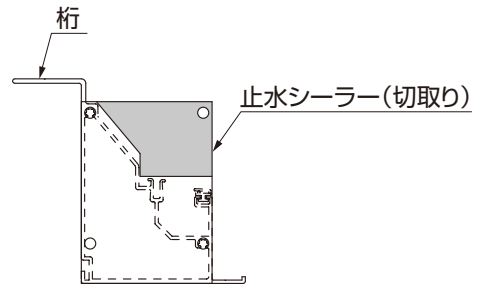

図6-4 止水シーラーの切取り
- ④ 貼付けた止水パッキンを桁の形状に合わせて切取ってください。（図6-4参照）